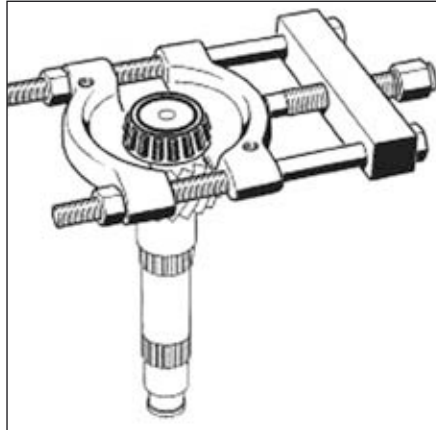

FIG.27
- Déposer le roulement à l'aide d'un décolleur (Fig.27).